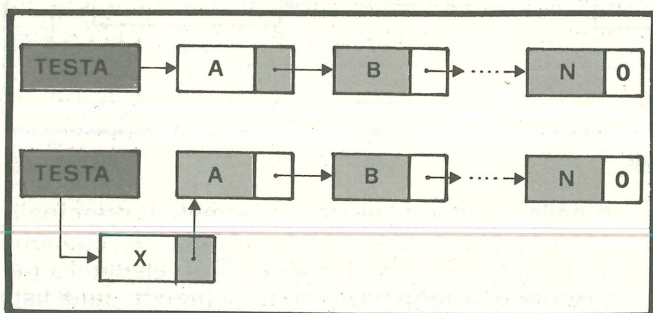

Figura 4 - La lista prima e dopo l'inserimento dell'elemento X.
- **Figura 4:** inserimento di un elemento X in una lista. Si è fatto l'esempio dell'inserimento in testa alla lista perché è il più veloce, ma anche un inserimento in un qualunque punto funziona nello stesso modo.